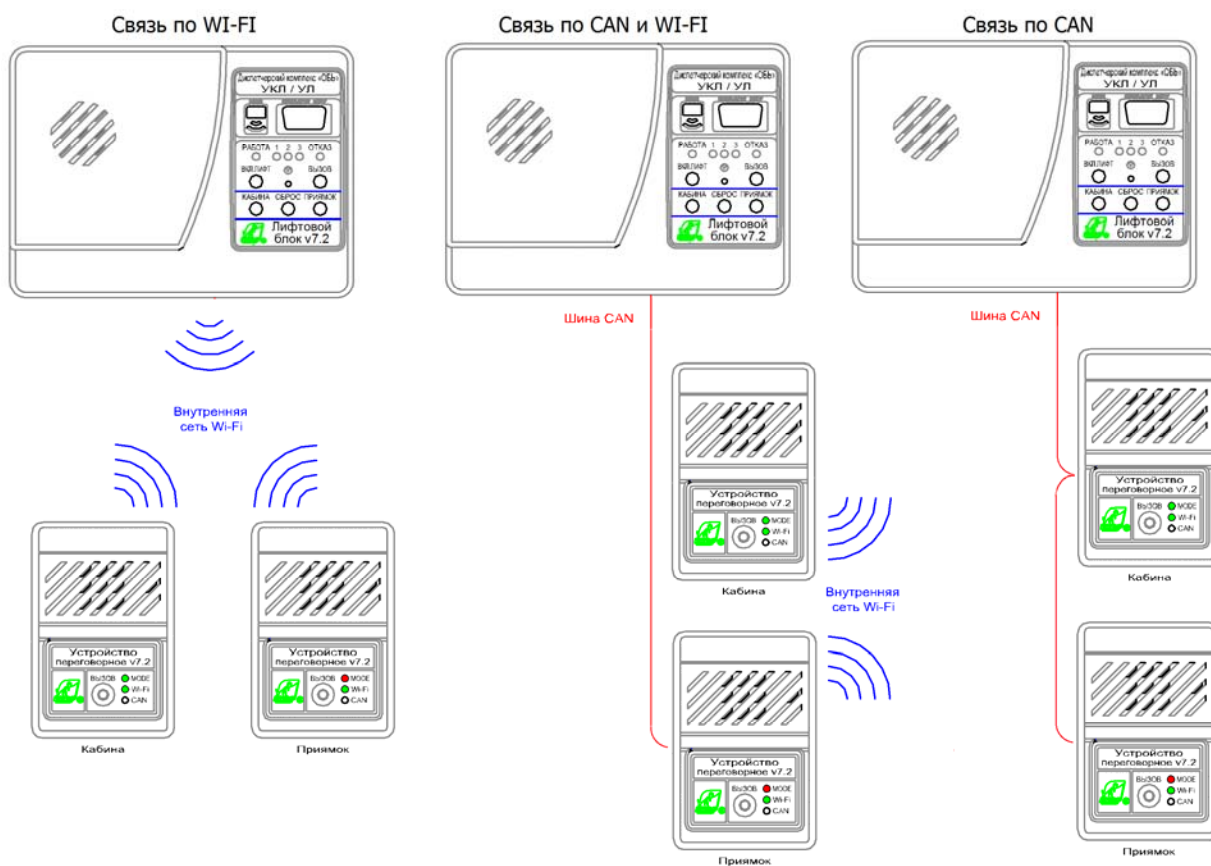

Рис. 3.
2.2.1. Подключение к лифтовому ЛБ приведена на Рис.3.